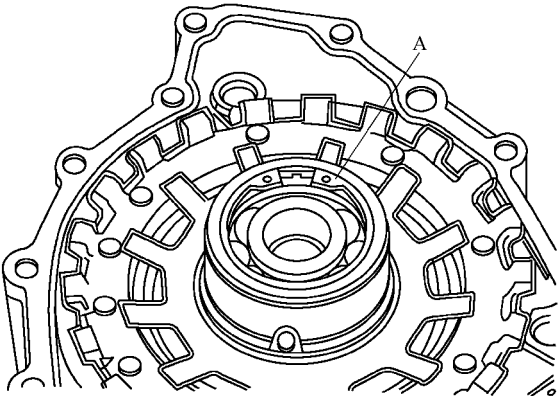

图 2-2-39 拆下卡环 A
(1) 拆下卡环 A, 如图 2-2-39 所示。
(6) 在安装时必须用同样厚度的新卡环替代旧卡环 A，如图 2-2-39 所示。
(7) 检查卡环的位置是否正确，必要时重新再压一下滚珠轴承或使用较薄的卡环。